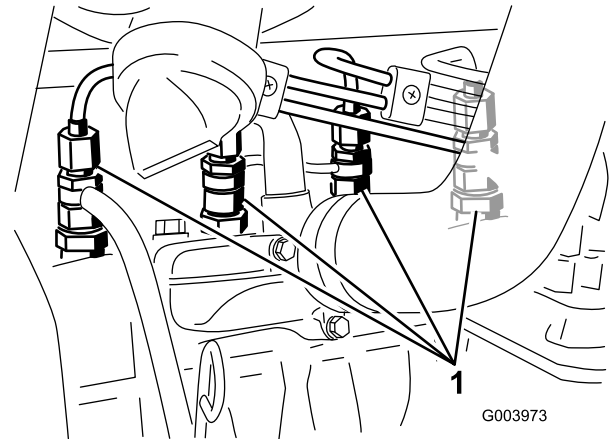

Figura 57
1. Liberte a tubagem que se encontra ligada ao injetor nº 1 e à estrutura de suporte da bomba de injeção (**Figura 57**).